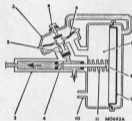

Abb. Mb.1
Bezug auf Abb. Mb.1 nehmen. Die unterdruckbetrigte Bremshilfe besteht aus drei Hauptbestandteilen: dem Unterdruckzylinder (1), dem Luftventil (2) und dem Nebenzylinder (3), welcher zwischen Hauptzylinder und dem Badzylindern in hydraulischen Kreislauf eingeschlossen ist. Bei leichtem Abbremsen wird Flüssigkeit via die hohle Mitte des Nebenzylinderkolbens (4) direkt zu den Bremszylindern geführt und Bremshilfe wird nicht erzielt. Auf den Luftventilkegel (5) wirkender Flüssigkeitsdruck schließt die Membran (6), wodurch hinter der Hauptbremsmembran (7) von der vorn liegenden getrennt wird. Bei heftiger Bremswirkung öffnet weitere Bewegung des Luftventilkegels das Luftventil und Luft kann in die hinter der Hauptmembran liegende Kammer einströmen, wodurch der Unterdruck aufgelöst wird. Die Mittelstange (8) wird somit nach links gedrückt und dichtet die hohle Mitte des Nebenzylinders ab, welcher in seiner Bohrung nach unten gedrückt wird und so den Flüssigkeitsdruck an den Badzylinder erhöht. Nach Locklassen des Bremspedals wird der Druck unter dem Luftventilkegel aufgelöst, die Membran (6) öffnet sich und das Luftventil schließt sich. Ein vorläufiges Vakuum wird